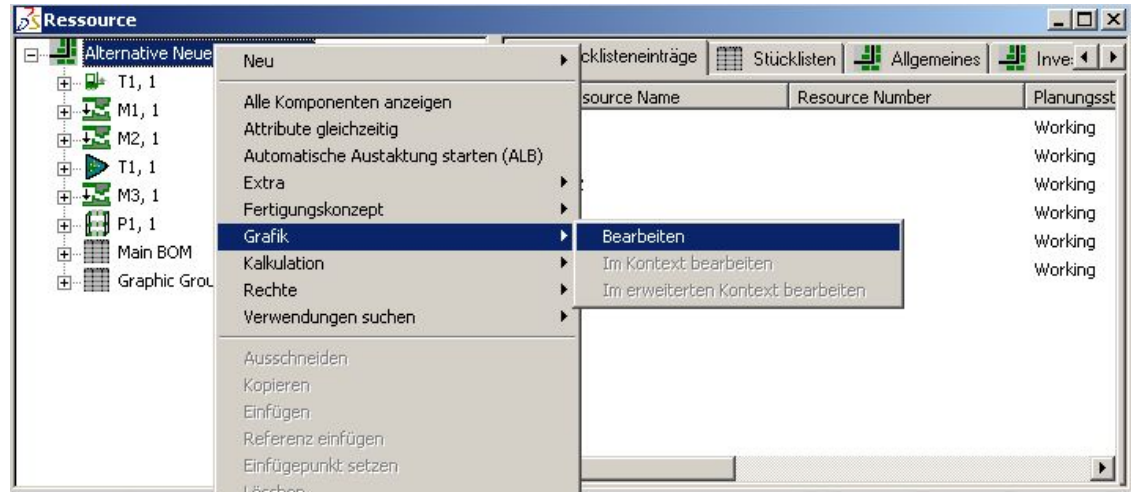

Abbildung 68: Grafik bearbeiten anklicken – Layout wird aufgerufen
- ➔ In der Ressourcensicht öffnen Sie das neue Layout über die Kontextfunktion *Grafik bearbeiten*. Siehe auch: Abbildung 68.